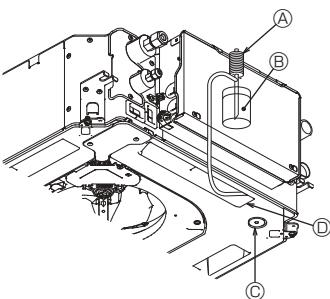

Fig. 8-6
8.4. Перевірка дренажу (Fig. 8-6)